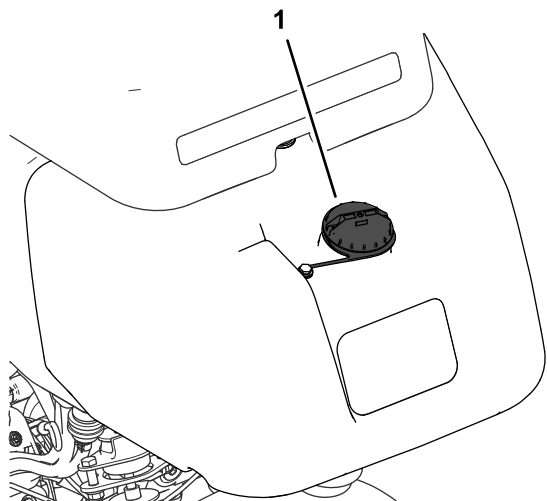

Figura 26
1. Limpie alrededor del tapón de combustible y retírelo (Figura 26).